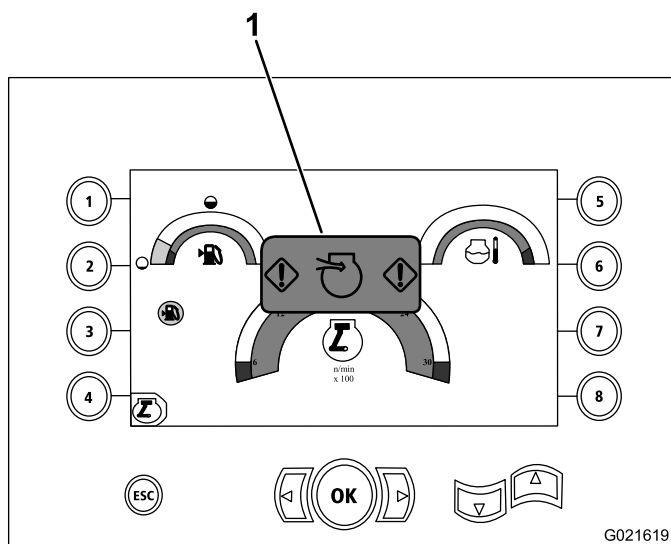

Figura 113
2. Compruebe el indicador de restricción del limpiador de aire en la pantalla, según se muestra en la Figura 113.